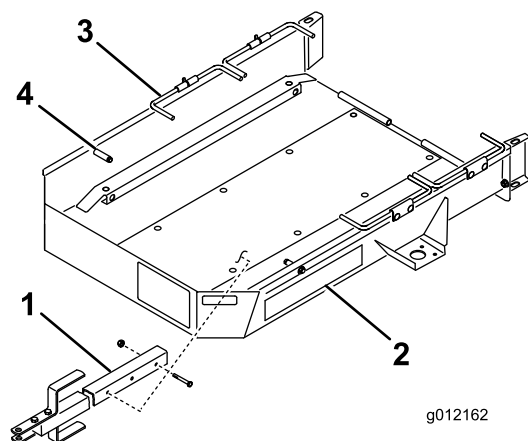

Figure 1
1. Fixez le timon au support sur la face inférieure du plateau de la remorque à l'aide de 2 boulons ($3/8" \times 2\frac{3}{4}"$), 2 entretoises et 2 contre-écrous. Pour la plupart des applications, utilisez la série de trous avant dans le timon et le support (Figure 1).
- Déposez les bacs de la machine, désengagez l'entraînement du cylindre et placez la commande d'accélérateur en position bas régime. Conduisez la machine **lentement** sur la remorque jusqu'à ce que les roues de transport rencontrent les butées de la remorque (Figure 1).
- Faites pivoter le premier jeu de tiges de roue vers le bas, derrière les roues de transport (Figure 1).